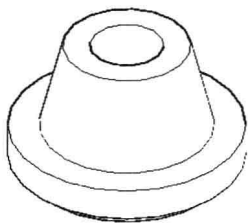

图 9-1-12
(1) 选择素材文件“9-1-4.dwg”，三维实体如图 9-1-12 所示。